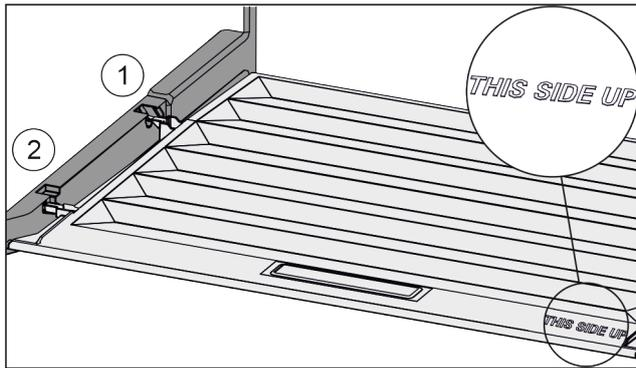

Fig. 96
- ▶ Inserire le nervature del coperchio attraverso l'apertura del supporto posteriore Fig. 96 (1) e innestare anteriormente nel supporto Fig. 96 (2).